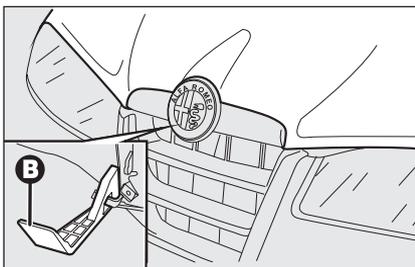

fig. 99
- premere verso l'alto la levetta **B-fig. 99** del dispositivo di sicurezza e sollevare il cofano.